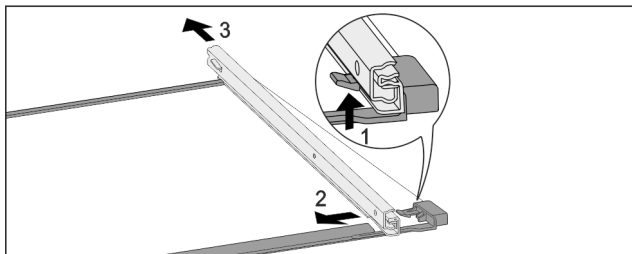

Fig. 143 Ripiano in vetro con guide
- Premere il gancio di fermo anteriore verso l'alto. Fig. 143 (1)
- Far scorrere la guida estraibile di lato Fig. 143 (2) e verso il lato posteriore Fig. 143 (3).